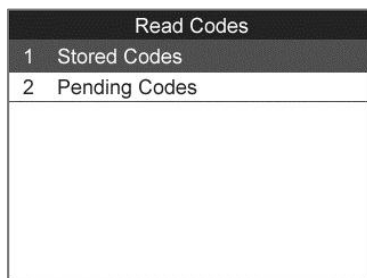

Figura 5.4
- 2) Utilice el botón de desplazamiento **arriba / abajo** para seleccionar los **códigos almacenados, Códigos pendientes o Códigos permanentes** en el menú **Leer códigos** y oprima la botón **OK**. (Figura 5.4)